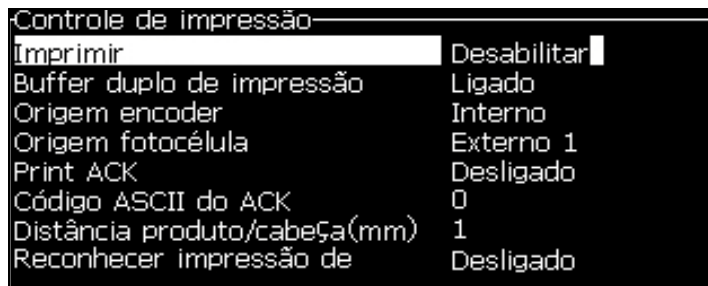

Figura 4-26: Caixa de diálogo Impressão contínua
- 1 Selecione *Impressão contínua* no Menu *Imprimir*. A caixa de diálogo *Impressão contínua* aparece (Figura 4-26).